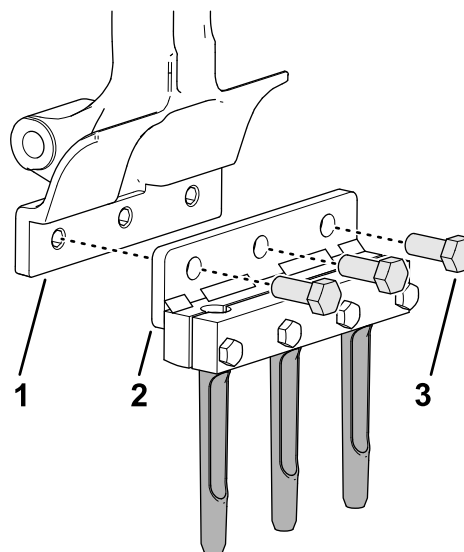
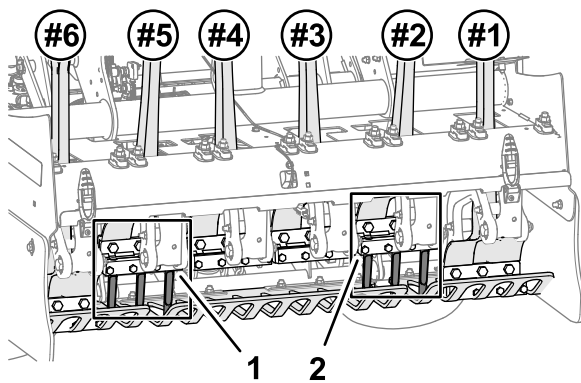

Figura 43
Figura 42
1. Asamblați, fără a strânge, suportul pentru dini i dinii la braul de dinte #2 (Figura 42 i Figura 43) cu 3 uruburi (1/2 x 1 1/4").